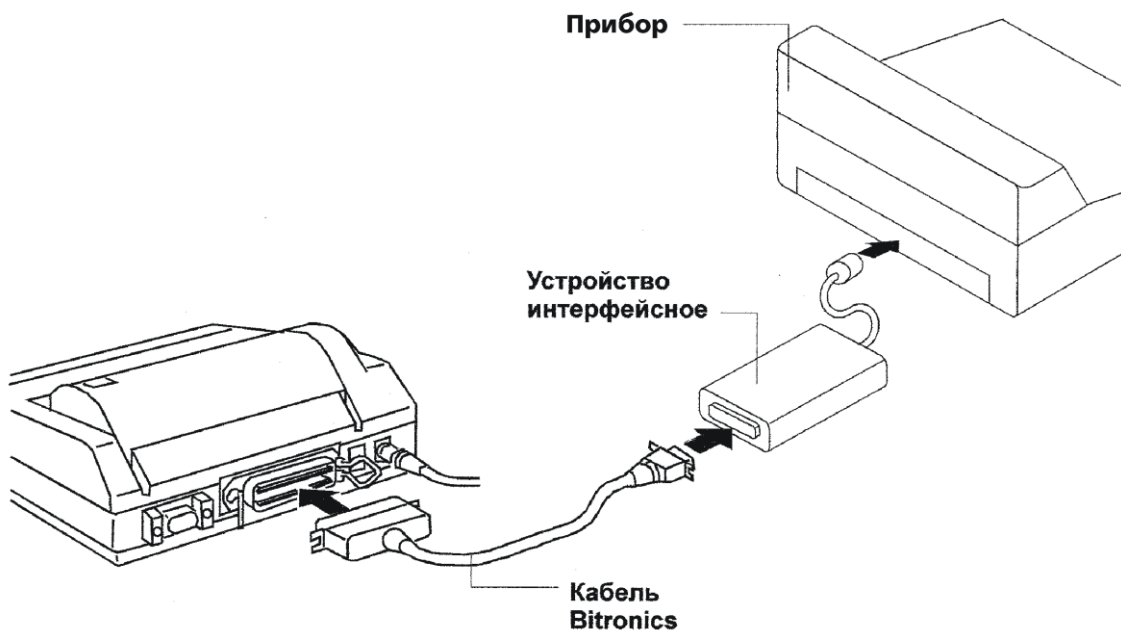

Рис. 3
- Выполните соединения в соответствии с рис. 3: